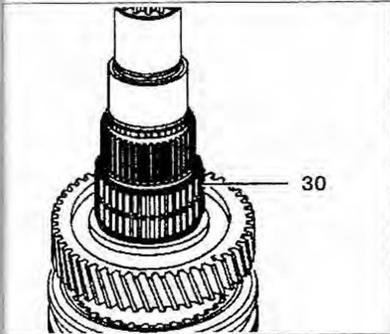

Рис. 4.37. Снимите игольчатый подшипник 30.
17. Снимите игольчатый подшипник 30 (рис. 4.37).